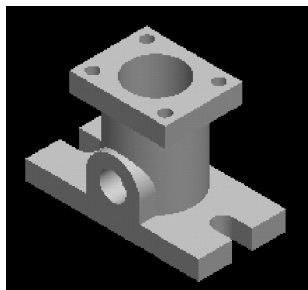

图 2-27 黑底白色配色方案
- 【布置】菜单有10个菜单命令，如图2-25所示，分别对应不同的配色方案。用户可以从中选择自己喜欢的配色方案，也可以返回系统默认的颜色设置。图2-26和图2-27是白底黑色和黑底白色两种配色方案的效果比较。